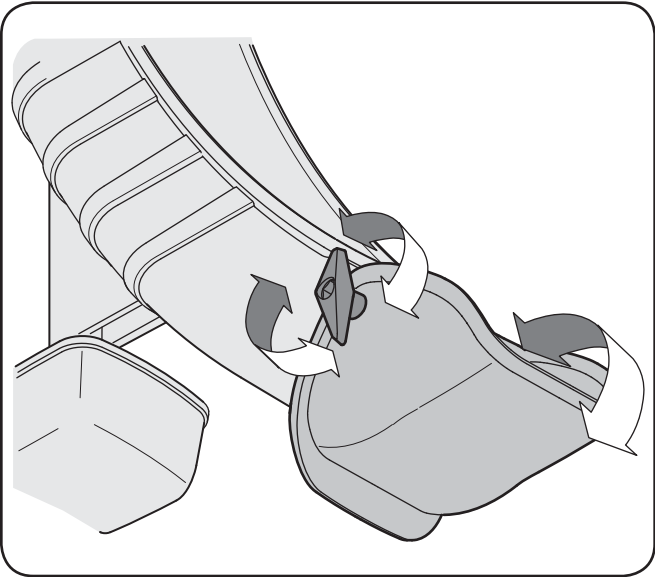

Fig. 3-12
3. Faites pivoter la goulotte à la position voulue et resserrez le bouton. Voir la Fig. 3-12.